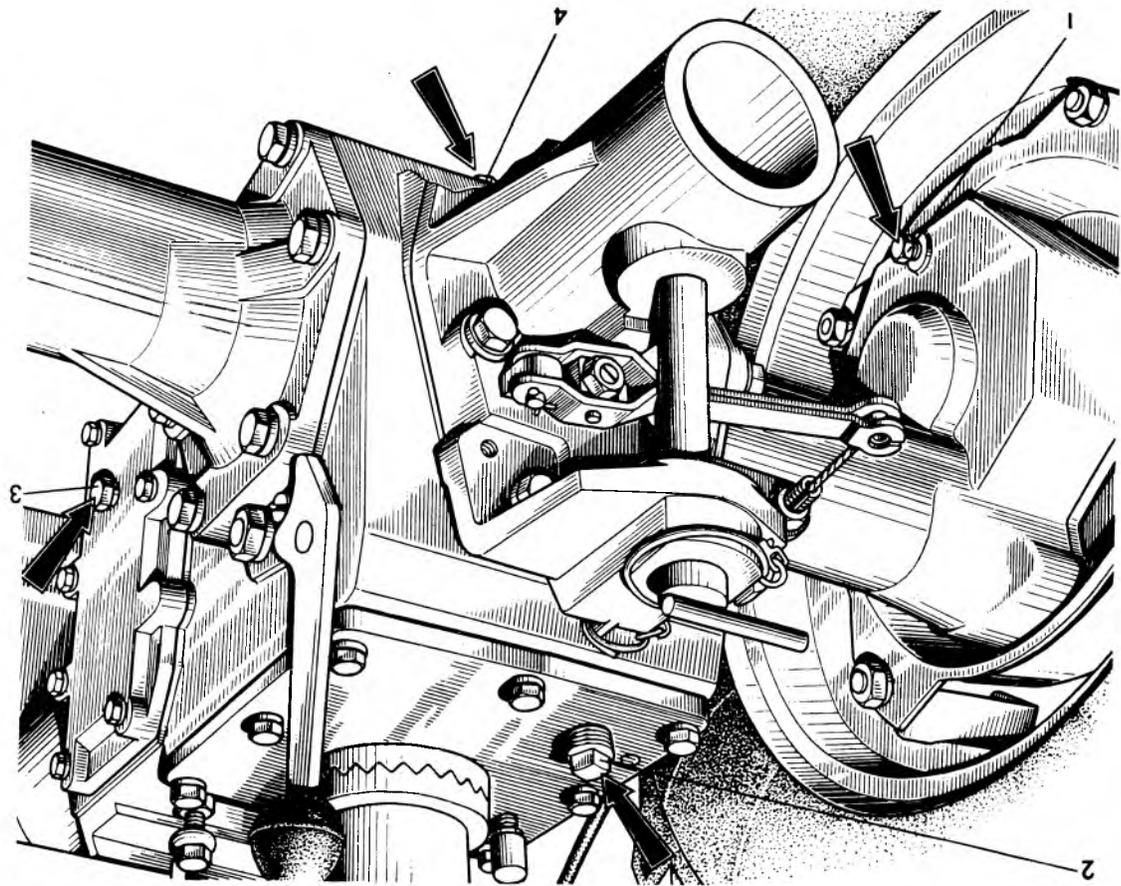

Рис. 26. Пробка отверстий залива, слива и контроля масла:
3. Замените масло в корпусе трансмиссии (на четвертом ТО № 2)	Слейте масло из прогретой трансмиссии, залейте чистое до появления его из контрольного отверстия (правая крышка коробки, рис. 26)